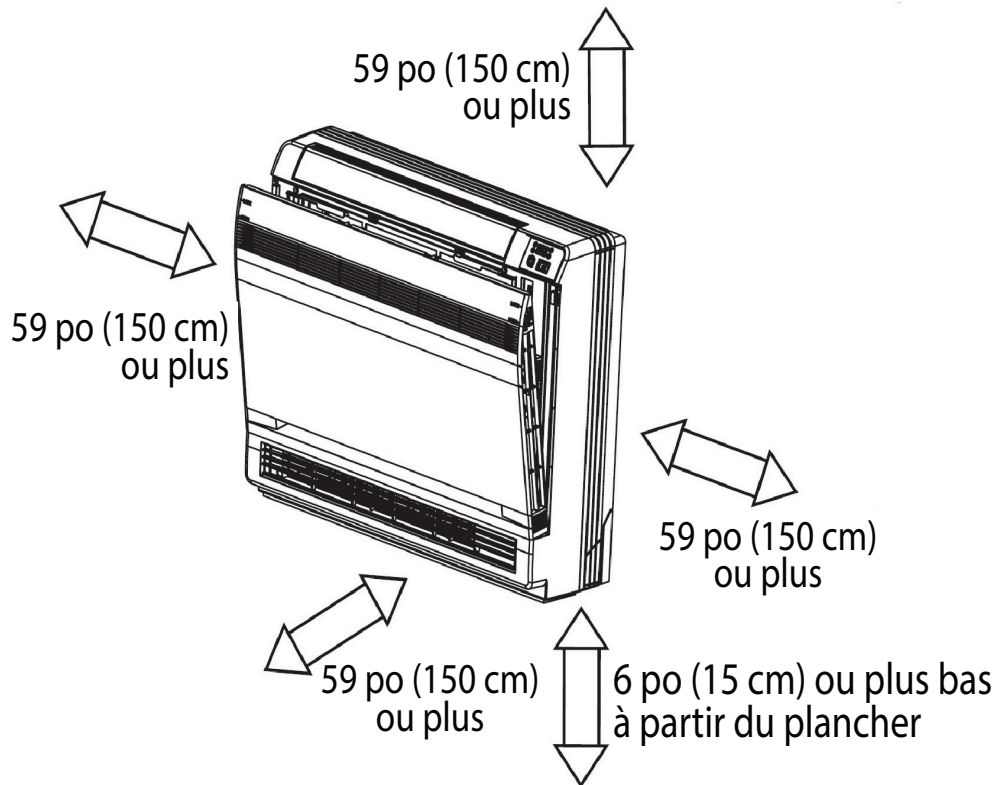

Figure 17 – Dégagements – la console au plancher
- Emplacement qui fournit les dégagements appropriés (consultez la figure 17 et la figure 18).